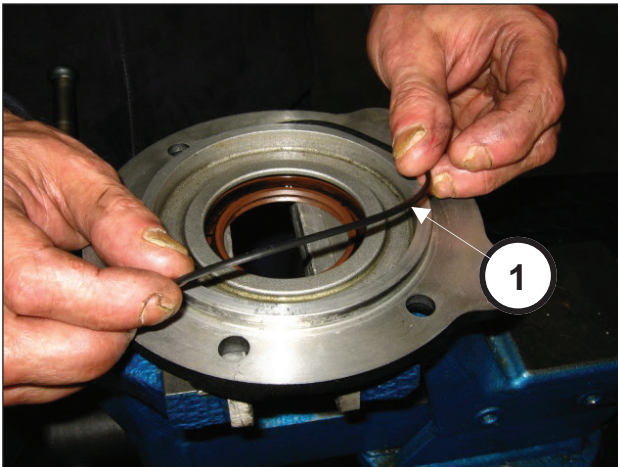

Abb. 85
Setzen Sie den O-Ring in den Ritzeldeckel ein (Pos. ①, Abb. 85).